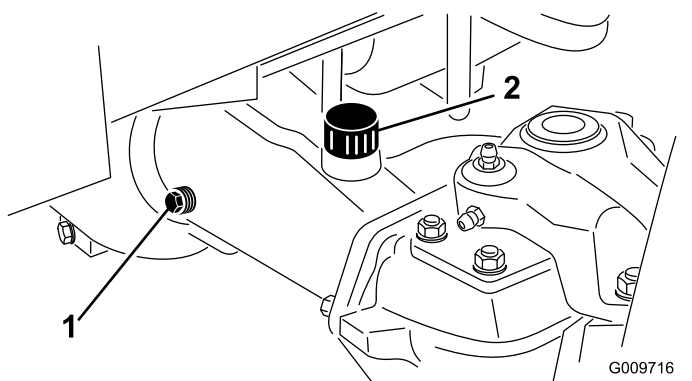

Figure 86
2. Retirez un bouchon de contrôle à une extrémité du carter de pont (Figure 86).